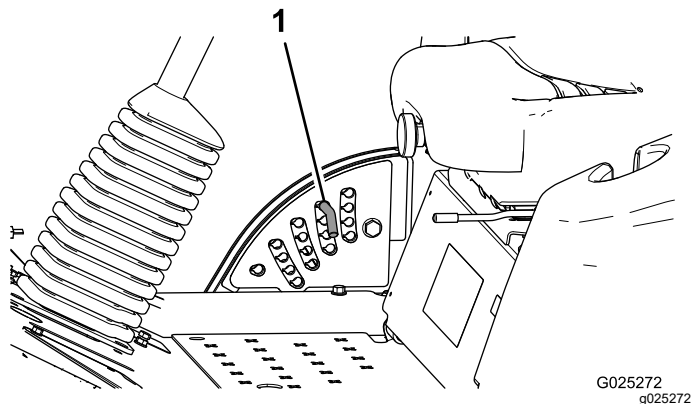

Рисунок 5
2. Поверните стопорный штифт так, чтобы его выступы совпали с прорезями в отверстиях кронштейна высоты скашивания, и извлеките штифт (Рисунок 5).
высоте скашивания, вставьте штифт и, нажимая на него, поверните до фиксации в отверстии (Рисунок 5).
Примечание: В кронштейне есть четыре ряда отверстий (Рисунок 5). Верхний ряд обеспечивает высоту скашивания, указанную над штифтом. Второй ряд обеспечивает указанную высоту скашивания плюс 6 мм. Третий ряд обеспечивает указанную высоту скашивания плюс 12 мм. Нижний ряд обеспечивает указанную высоту скашивания, плюс 18 мм. Для положения 127 мм есть только одно отверстие, расположенное во втором ряду. Это положение соответствует высоте скашивания 127 мм, и 6 мм к нему не добавляется.